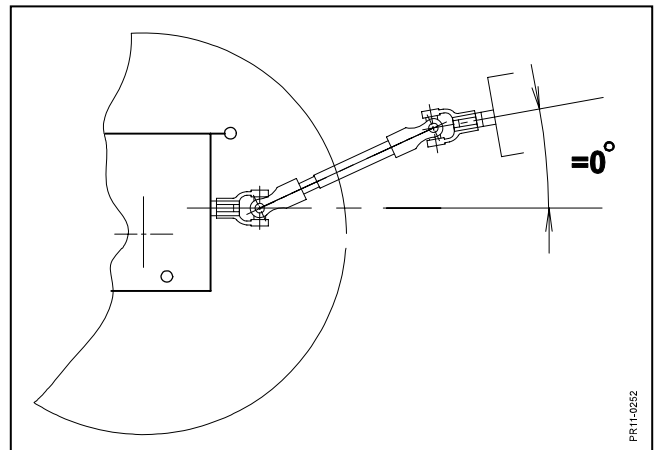

Fig. 2-8
- Fig. 2-8 e) Traktorens PTO og maskinens PIC (kraftindtag) skal være parallelle, d.v.s. at vinkelen mellem dem skal være så tæt på 0° som muligt.